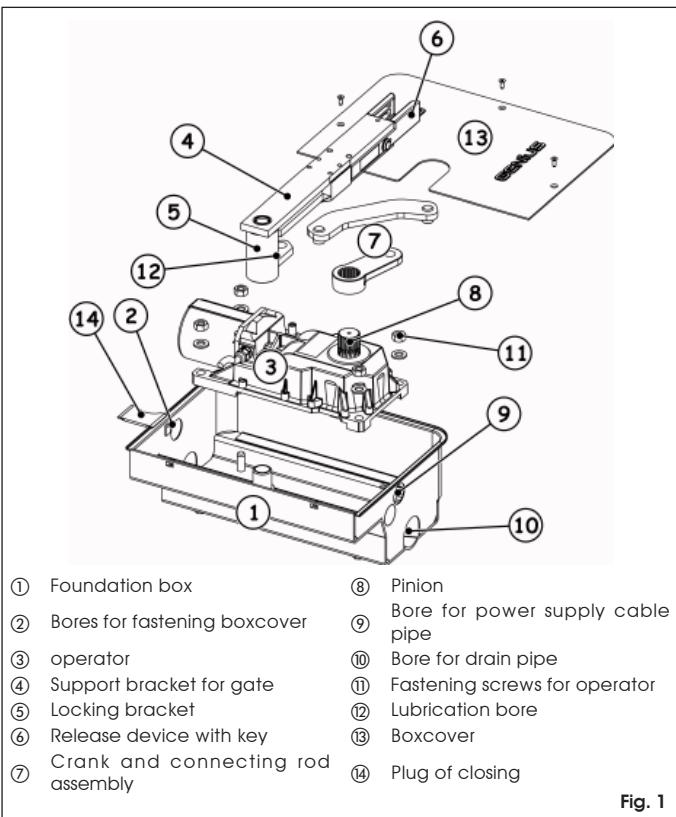

Fig. 1
Il dispositivo è inserito sulla staffa di sostegno del cancello (Fig. 1 rif. ⑥) e permette di sbloccare il sistema sia dall'interno che dall'esterno della proprietà.